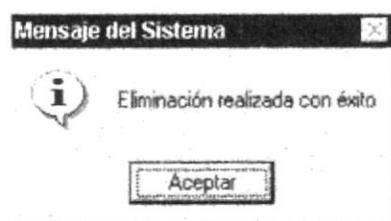

Figura 8.24 Mensaje de información
2. Luego de que hizo click en Sí aparece el siguiente mensaje. **Figura 8.24**